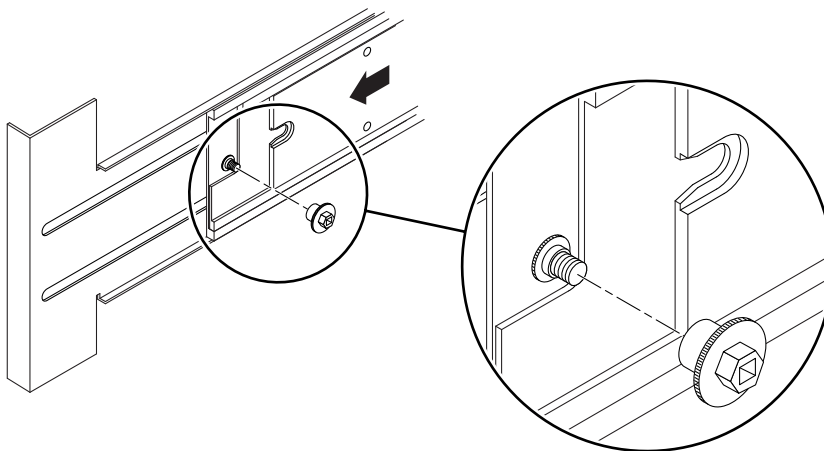

FIGURA 1-14 Colocación y fijación de la tuerca de bloqueo
5. Accediendo desde la parte posterior del sistema, coloque las tuercas de bloqueo y apriételas (FIGURA 1-14).